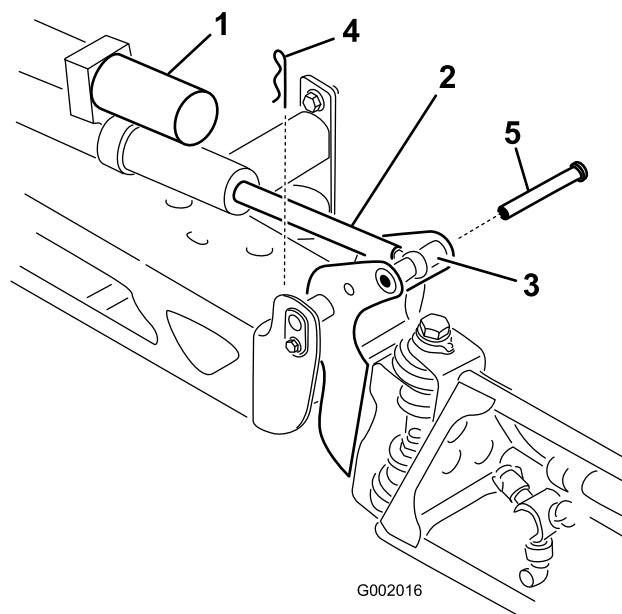

Figura 49
2. Retire o contrapino do pino de articulação (Figura 49).
3. Levante a rampa e retire o pino (Figura 49). Faça descer lentamente a rampa até ao limite.
6. Levante a rampa para alinhar a articulação com a barra do accionador. Enquanto segura na rampa, insira o pino através tanto da articulação da rampa como da barra do accionador (Figura 49).